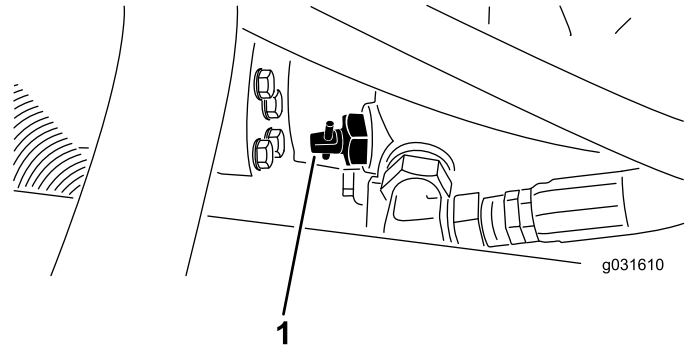

Figure 24
1. Localisez la vanne de dérivation sur la pompe et tournez-la de 90° (Figure 24).